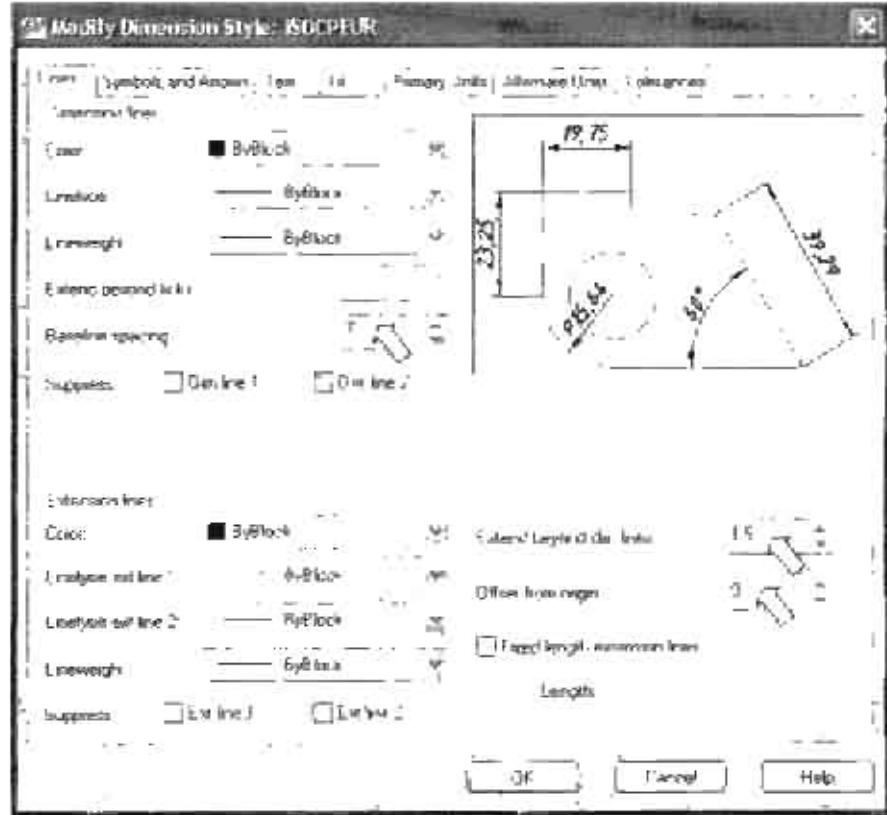

Рис. 3.16 Диалоговое окно **Modify Dimension Style** на вкладке **Lines** (Линии) с установками параметров размерного стиля ISOCEUR
- На вкладке **Lines** (Линии) (рис. 3.16) в области **Dimension Lines** (Размерные линии) в поле **Baseline spacing** (Шаг в базовых размерах) увеличьте расстояние между размерными линиями базовых размеров с 3,75 до 7 мм. В области **Extension Lines** (Выносные линии) в поле **Extend beyond dim lines** (Удлинение за размерные) увеличьте выступ выносных линий за размерную с 1,25 до 1,5 мм. В поле **Offset from origin** (Отступ от объекта) установите расстояние от объекта до начала выносной линии рисунков 0.